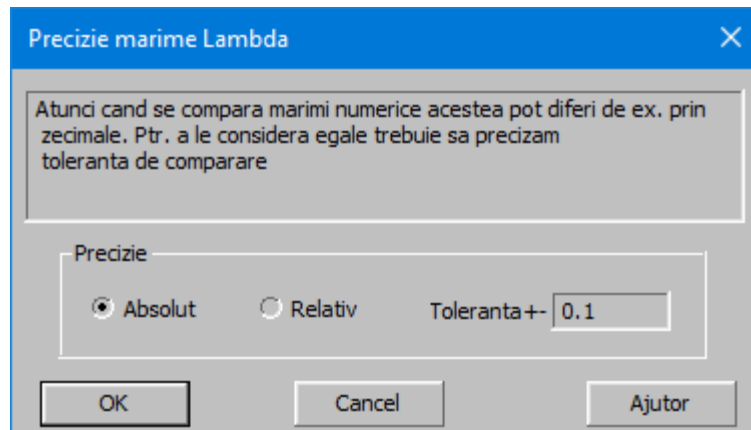

Fig. 8.1.1
- Cand se incarca peste date deja existente (de exemplu, s-au incarcat masuratori reflexie si urmeaza incarcare masuratori transmisie) lungimile de unda citite trebuie sa existe de la prima incarcare. Cele care nu exista nu se incarca. Compararea lungimilor de unda se poate face in tolerante specificate. Se alege parametrii de comparare ca in Fig. 8.1.1.